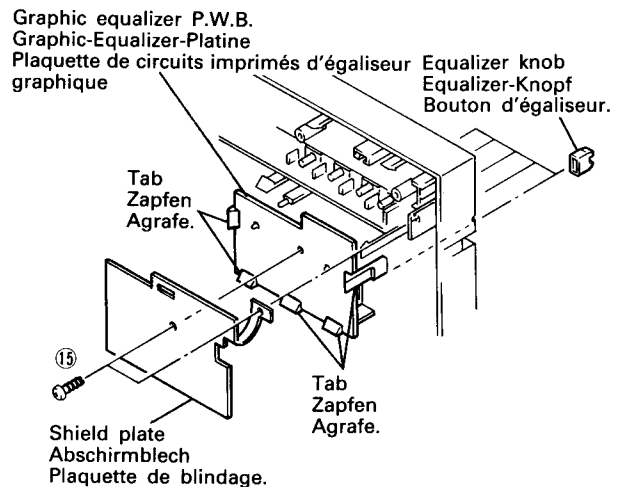

Fig. 10 Abb. 10
11. Graphic-Equalizer-Platine (Abb. 10)
11. Plaquette de circuits imprimés d'égaliseur graphique (Fig. 10)